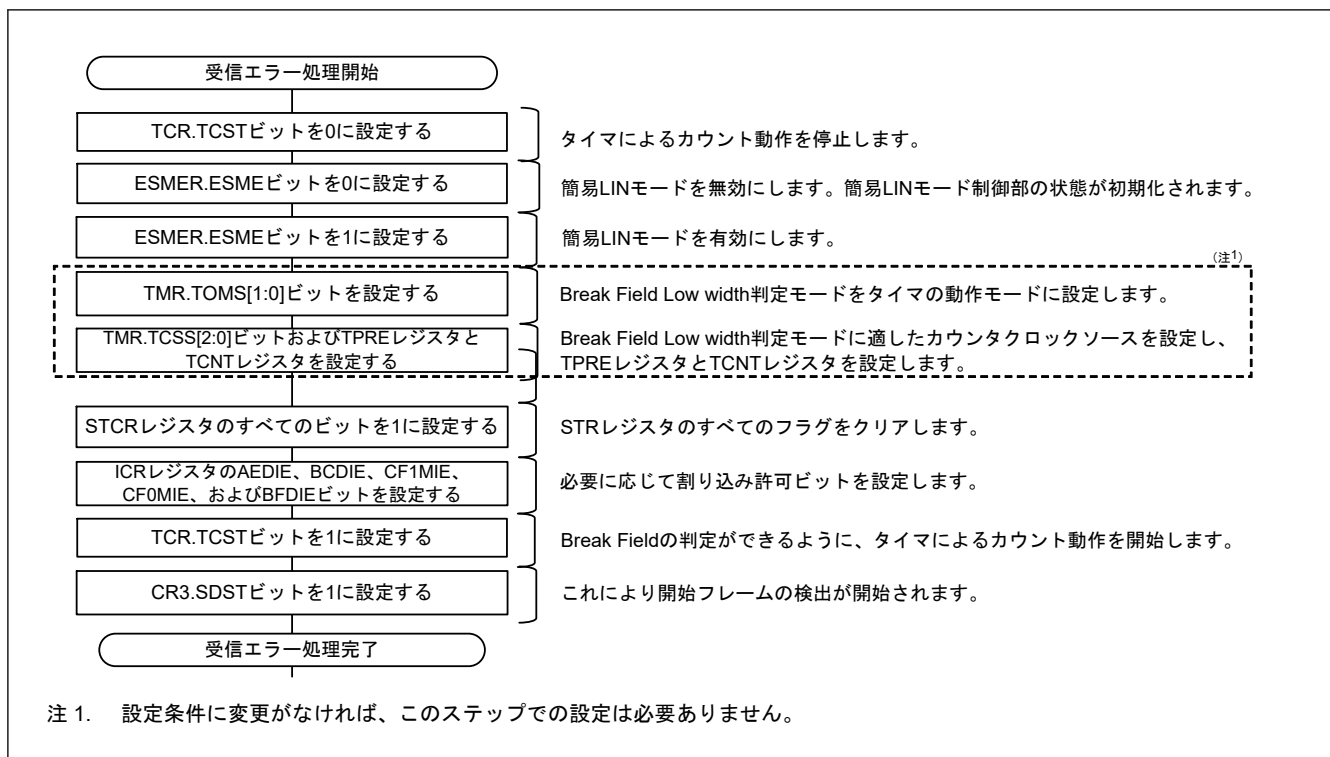

図 25.126 受信エラー処理のフローチャートの例（スタートフレーム受信時）
3. なお、受信エラーを検出したときは、図25.126に従ってSCI_nのエラーフラグのクリアおよびSCI_n制御部の初期化を実施してください。